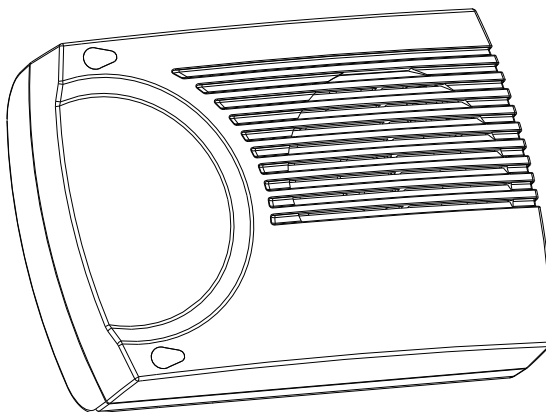

Fig. 1
- 1) Rimuovere i tappi di copertura e svitare le viti (Fig. 1).
- 1) Remove the screw caps and release the screws (Fig. 1).